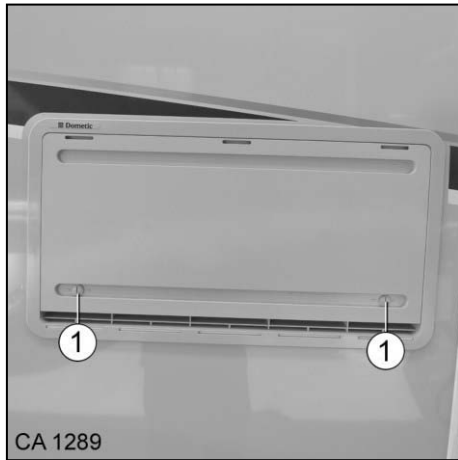

Fig. 143 Recouvrement d'hiver du frigo
1. A l'aide d'un objet plat (clé du véhicule par ex.), placer les verrous rotatifs (Fig. 143/1) horizontalement.
2. Placer les verrous rotatifs (Fig. 143/1) verticalement.